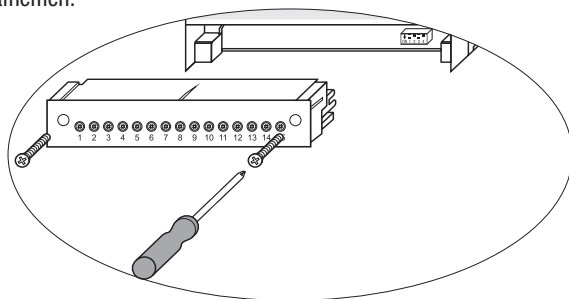

Fig. 12
- Onderste en bovenste klemmenstrook afnemen Bevestigingsschroeven links en rechts losmaken. **Fig. 12**